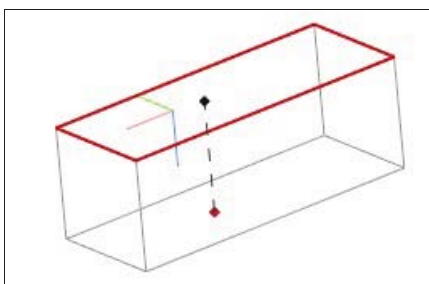

Рис. 20.22. Точка, спроецированная на поверхность
- ◆ в данном случае просто укажите противоположную плоскость — появится фантом проекции рис. 20.22;